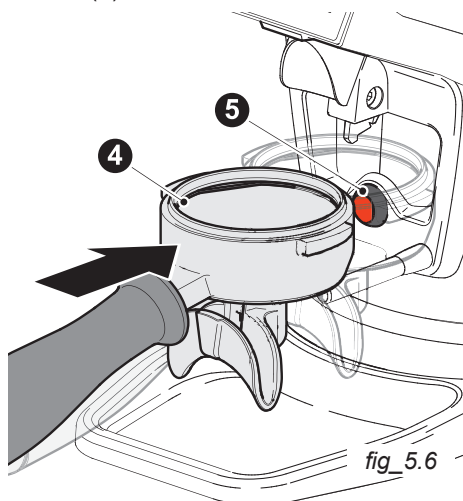

fig. 5.6
- Comece a moer pressionando o botão de início (5 – fig. 5.6) com o suporte do filtro (4).